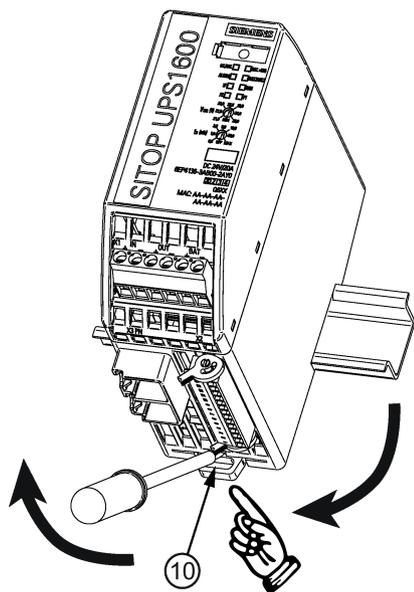

图 5-1 拆卸 (示例: 6EP4136-3AB00-2AY0)
拆卸时用螺丝刀或用手小心地拨开滑块 ⑩（参见图 5-1 拆卸（示例：6EP4136-3AB00-2AY0）（页 166）），将设备从标准导轨的下边缘松开。